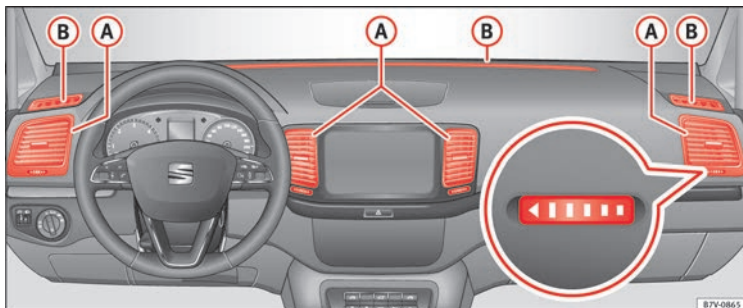

Abb. 196 Luftaustrittsdüsen in der Instrumententafel.
Damit eine ausreichende Heizleistung, Kühlung und Luftzufuhr im Fahrzeuginnenraum erreicht wird, die Luftaustrittsdüsen niemals ganz schließen »» Abb. 196 (A).